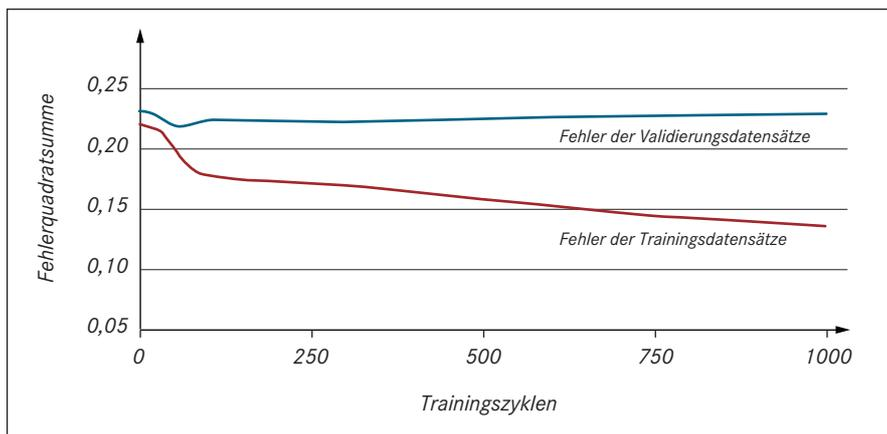

Abb. 3: Fehlerkurven: Der Fehler bezüglich der Validierungsdatensätze vergrößert sich, der Fehler bezüglich der Trainingsdatensätze verkleinert sich.
Im obigen Beispiel sind C, Si, Mg und Temperatur die funktional unabhängigen Variablen und die Zugfestigkeit ist eine funktional abhängige Variable. Es kann natürlich auch mehrere abhängige Variablen geben. Ziel des maschinellen Lernens ist, die abhängigen Variablen aus den unabhängigen auf der Basis von Trainingsdaten zu prognostizieren. Dazu wird eine Menge gleichartiger Datensätzen nach gewissen Algorithmen in Trainings- und Validierungsdaten aufgeteilt. Ein gängiger Algorithmus ist, zufällig 70 % als Trainings- und 30 % als Validierungsdaten auszuwählen. Innerhalb der Trainings- und Validierungsdaten sind die Werte der funktional unabhängigen Variablen bekannt. Ein Werkzeug des maschinellen Lernens – beispielsweise ein künstliches Neuronales Netz (NN) – lernt auf der Basis solcher Trainingsdaten; mit den Validierungsdaten wird überprüft, ob das Werkzeug auch generalisieren und ungelernete Daten innerhalb gewisser Fehlertoleranzen prognostizieren kann. Beim Training eines NN werden in der Software EIDOMiner die Prognose-Fehlerkurven der Trainings- und der Validierungsdaten angezeigt. Gehen die Graphen dieser beiden Fehlerkurven „zu weit“ auseinander (s. Abb. 3), dann lernt das NN auswendig und kann nicht generalisieren; es ist also für den Prozess, aus dem die Datensätze stammen, kein geeignetes Prognosewerkzeug. Liegen aber beide Fehlerkurven unter einer akzeptierten Fehlertoleranz, so wird der Lernprozess beendet. Das Werkzeug stellt jetzt eine Prognosefunktion
Als ein Beispiel für diese Problematik sei das Ergebnis einer Datenanalyse in einer Eisengießerei erläutert [35]. Die Gießerei stellt u. a. Pkw-Bremssättel aus duktilem Gusseisen her. Problematisch waren hohe Ausschussquoten >10 % aufgrund innerer Mikroporositäten. Für die Analyse standen etwa 1000 formkastenbezogene Datensätze zur Verfügung, bestehend aus vollständiger chemischer Analyse, Schmelzebehandlung, thermischer Analyse, den üblichen Formstoffdaten einer automatischen Online-Sandprüfung im Mischer sowie Verdichtungsdaten der Formanlage. Ein Datensatz bestand aus insgesamt 25 Datenfeldern (Variablen). Auf der Grundlage sehr guter Analyseergebnisse zur Beschreibung von Kalt- und Warmfließkurven metallischer Werkstoffe am Institut für Metallurgie und Umformtechnik der Universität Duisburg-Essen mit Neuronalen Netzen und Multipler Regression [36–38] wurden diese Methoden zunächst auch auf die oben beschriebene Problematik angewendet. Beide Methoden versagten aber: für die Regression wurde keine passende Modellfunktion mit einem hinreichend guten Bestimmtheitsmaß  $R^2$  gefunden. Die Neuronalen Netze lernten mit unterschiedlichen Netztopologien eventuell auswendig (Overfitting) und lieferten daher relativ gute Resultate für die Trainingsdaten. Für die Daten, die zum Validieren benutzt wurden, beim Trainieren dem Neuronalen Netz also unbekannt waren, war die Qualität der Vorhersagen nicht zufriedenstellend. Das Netz kann in diesem Beispiel nicht generalisieren (s. Abb. 3) und ist nicht in der Lage, die Zusammenhänge zwischen Mikroporositäten und den zugeordneten Einflussparametern darzustellen.